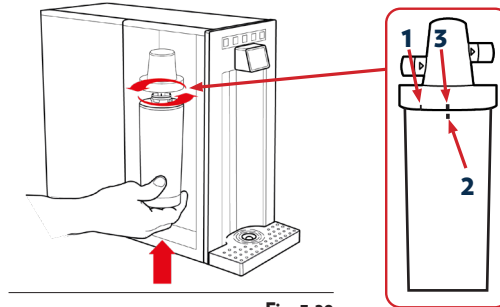

Fig. 3-29
26.15 – Prendere il filtro nuovo dopo averne rimosso la pellicola e il tappo protettivo, posizionarlo nella sede di aggancio allineando il marcatore **2** del filtro alla posizione di inserimento **1**, ruotare il filtro da sinistra verso destra fino a raggiungere il finecorsa **3**. Il marcatore sul filtro **2** dovrebbe ora essere in linea con il finecorsa **3** sulla testata del filtro, vedi Fig. 3-29.